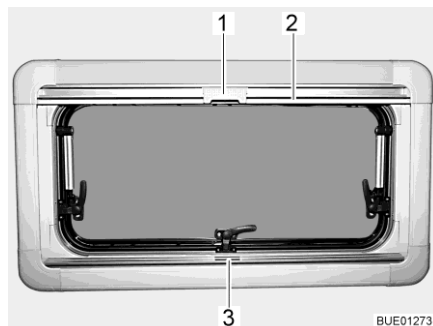
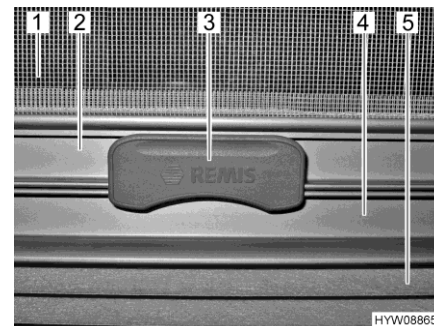

Fig. 53 Finestra apribile
Fig. 54 Aggancio
La tendina oscurante pieghevole (Fig. 54,5) è montata nella cassetta inferiore.
- Afferrare la tendina oscurante pieghevole per la parte centrale della barra di presa (Fig. 53,3 e Fig. 54,4), tirarla dal basso verso l'alto e rilasciarla nella posizione desiderata. La tendina oscurante pieghevole rimane a questa altezza.
La zanzariera a rullo (Fig. 54,1) è montata nella cassetta superiore.
- Tirare la zanzariera a rullo accompagnandola con la barra di presa (Fig. 53,2 e Fig. 54,2) verso il basso, fino a quando la barra di presa non arriva a contatto con la tendina oscurante pieghevole (Fig. 54,4).
- Bloccare l'aggancio (Fig. 53,1 e Fig. 54,3) della zanzariera a rullo nella barra di presa della tendina oscurante pieghevole. Se l'aggancio risulta bloccato, la tendina oscurante pieghevole e la zanzariera a rullo possono essere spostate insieme.
- Premere in alto l'aggancio (Fig. 54,3) sulla zanzariera a rullo.
- Ricondurre lentamente la zanzariera a rullo accompagnandola con la barra di presa (Fig. 53,2).